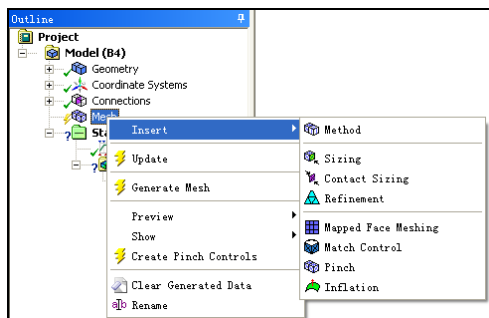
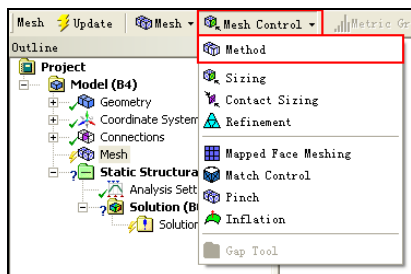

图 3-4 快捷菜单
图 3-5 工具栏命令
- 步骤 01** 右击 Mesh，如图 3-4 所示，在弹出的快捷菜单中选择 Insert（插入）→Method（方法）命令，或者如图 3-5 所示选择 Mesh Control（网格控制）→Method（方法）命令。